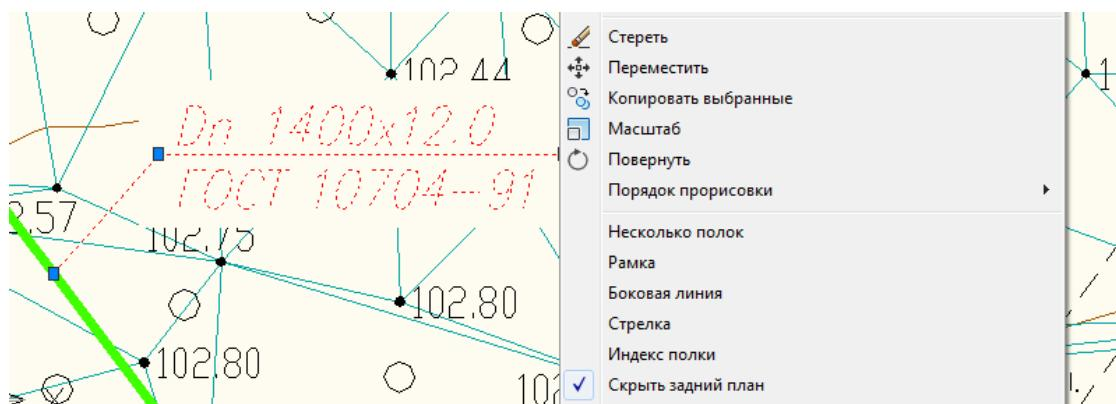

Рис. 39 Редактирование информационных сноsek при помощи контекстного меню.
**Чтобы отредактировать текст информационной сноски нужно** в настройках **Система Трубопровод** (меню Трасса / Настстройки / Оформление планов) в группе *Информационные сноски* в поле *Шаблон надписи на сноске* задать текст сноски (см. Шаблоны надписей) и задать графические настройки текста (стиль, высота, поворот и др.). Редактирование графического отображения доступно также и в контекстном меню на сноске (см. рис. 39).